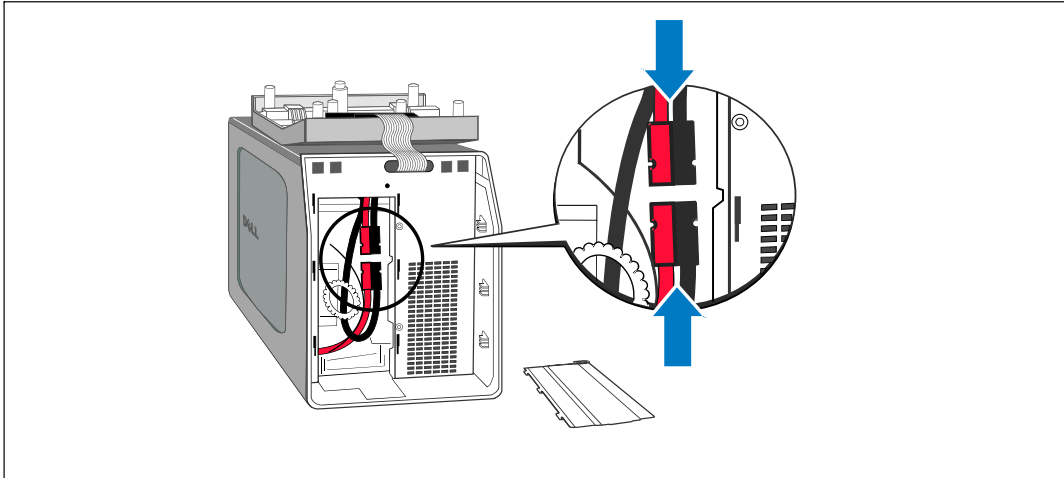

Abbildung 12. Anschluss des internen Batterieansteckers
- 4 Den Anschluss der inneren Batterie verbinden (siehe Abbildung 12).